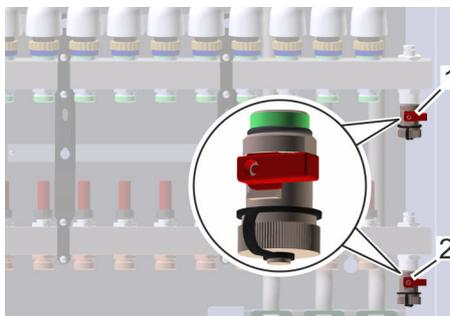

Abb. 59: Befüll- und Entleerhähne
- 1.** Sicherstellen, dass die Befüll- und Entleerhähne (Abb. 59/1, 2) geschlossen sind.